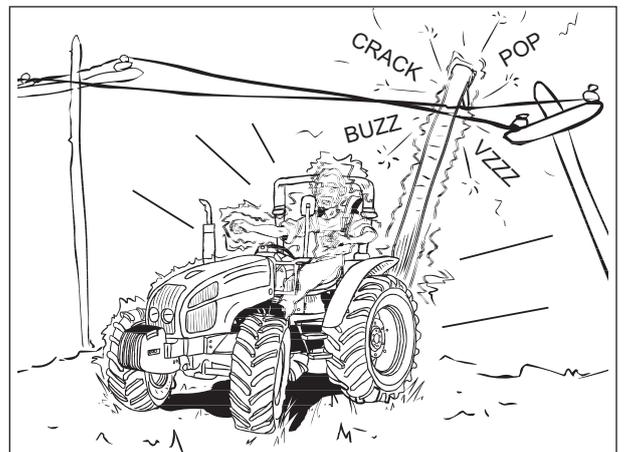

Abb.2-15
**ACHTUNG:** Das Berühren von Hochspannungsleitungen kann Lebensgefahr bedeuten. Wenn Sie spannungsführende Leitungen berührt haben, NICHT aussteigen, sondern den Traktor und/oder den Frontlader so verfahren, dass die Berührung rückgängig gemacht wird, um dann auf Sicherheitsabstand zu fahren (Abb.2-15).